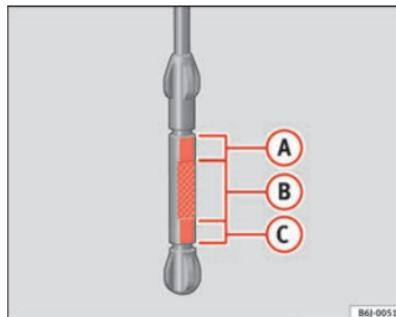

Abb. 113 Ölmesstab
- Den Messstab anschließend wieder herausziehen und den Ölstand ablesen ⇒ Abb. 113. Füllen Sie gegebenenfalls Motoröl nach. ▶